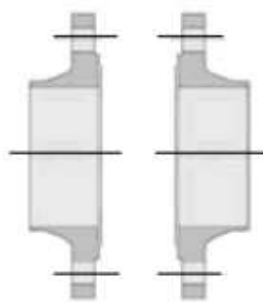

Рис.1
1) Установить фланцы плоскопараллельно по отношению друг к другу. Обеспечить между фланцами зазор необходимый для удобного монтажа дискового затвора (рис.1).